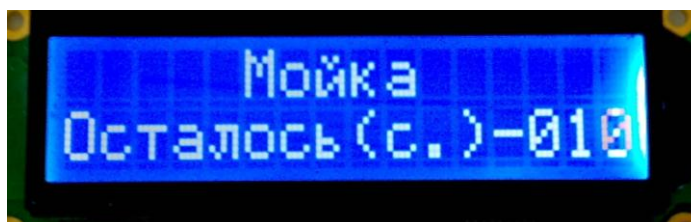

Рис.6.1.
6.4. Мойка работает по трем программам длительностью 60, 120, 240с выбираемой в зависимости от степени загрязнения колеса. Во время процесса мойки дисплей отображает количество секунд, оставшихся до конца выполнения программы (рис. 6.1).